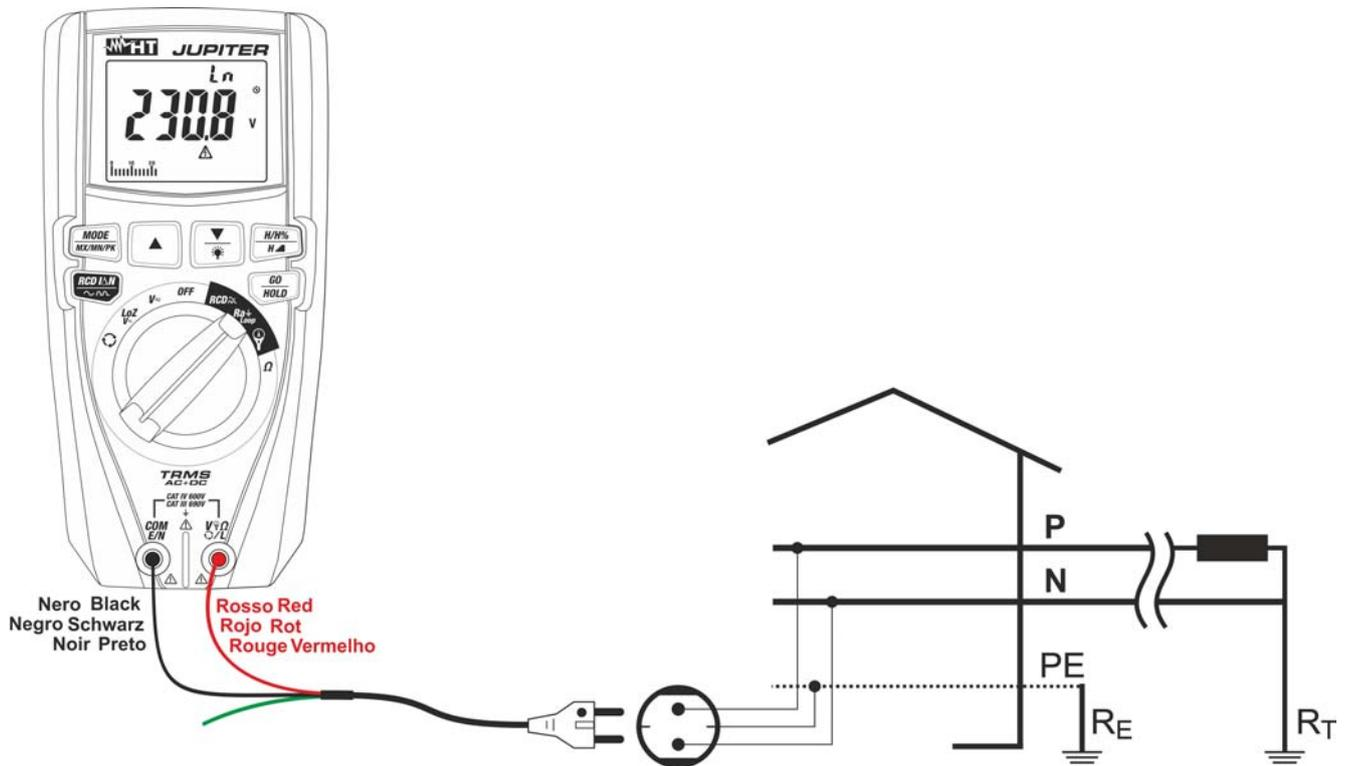

Fig. 25: Uso do instrumento para medir a impedância Loop L-N com cabo com ficha Schuko
7. **Para medição do Loop L-N** no caso de usar um cabo com ficha shuko inserir o condutor vermelho no terminal de entrada $V_{\Omega}L$ e o condutor preto no terminal de entrada **COM/E/N** e ligar o instrumento à instalação em exame (ver Fig. 25). O valor da tensão Fase-Neutro é apresentado no display.